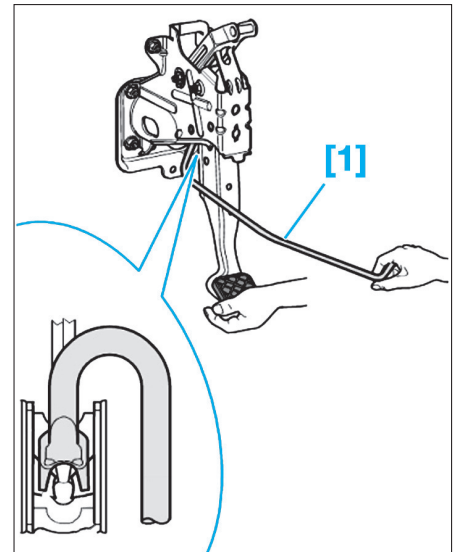

Fig. 15
- Mettre en place l'outil [1] (Fig.15).